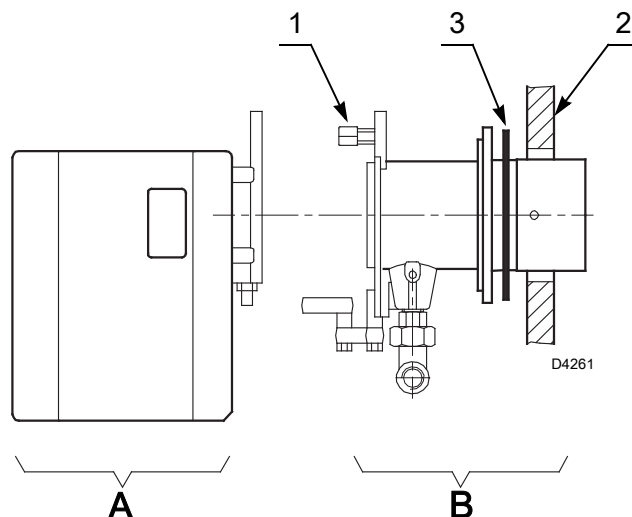

图 12
- 移开螺母 1) 及 A) 部分 (图 12 页 16) 后, 将燃烧头组件与燃烧器分离。
- 在 B) 部分 (图 12 页 16) 安装上绝热垫 3) 后与锅炉挡板 2) 紧固连接。